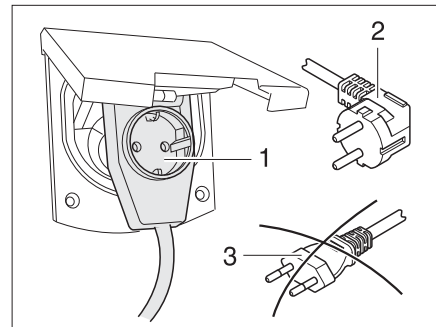

Bild 238 Anschluss an eine Winkelkupplung mit Steckdose
► Bei Verwendung einer CEE 17 Winkelkupplung mit rückseitig eingebauter Steckdose (Bild 238,1) nur einen gummierten und versiegelten IP 44 Stecker mit Schutzkontakt (Bild 238,2) verwenden. Keine Stecker ohne Schutzkontakt (Bild 238,3) verwenden. Gefahr eines Stromschlages!